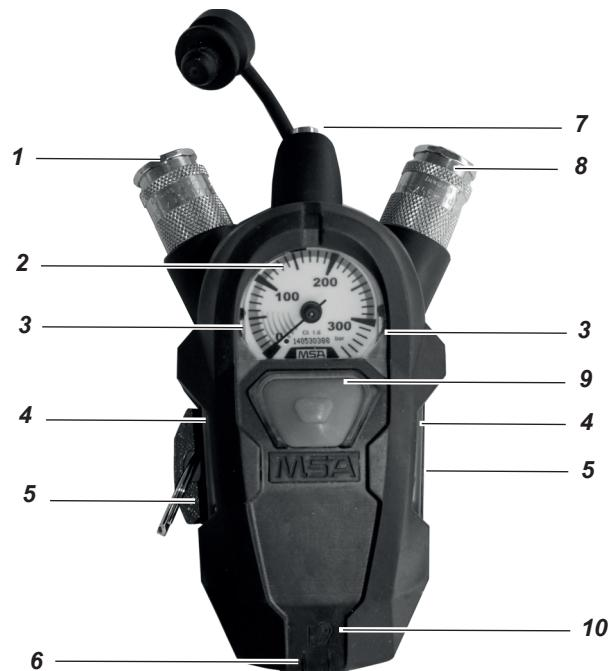

Abb. 1 Übersicht SingleLine SCOUT
Das SingleLine SCOUT (siehe Abb. 1) ist am Ende der SingleLine eines verwendbaren MSA-Pressluftatmers angeschlossen. Es besteht aus dem Manometer (2), der Kupplung für den Lungenautomaten (8) sowie einer akustischen Warneinrichtung (7) (Signalpfeife). Diese gibt beim Absinken des Flaschendrucks unter  $55\pm 5$  bar ein kontinuierliches Warnsignal ab. Der Zweitanschluss (1) dient zum Anschließen eines zweiten Lungenautomaten (z. B. Rettungset oder RespiHood).